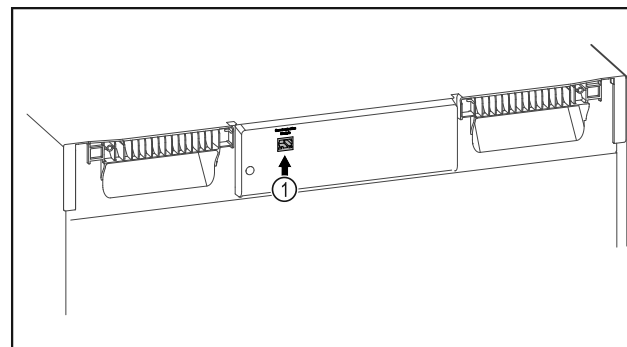

Fig. 112
- SmartModule Fig. 112 (1) ist eingesetzt.